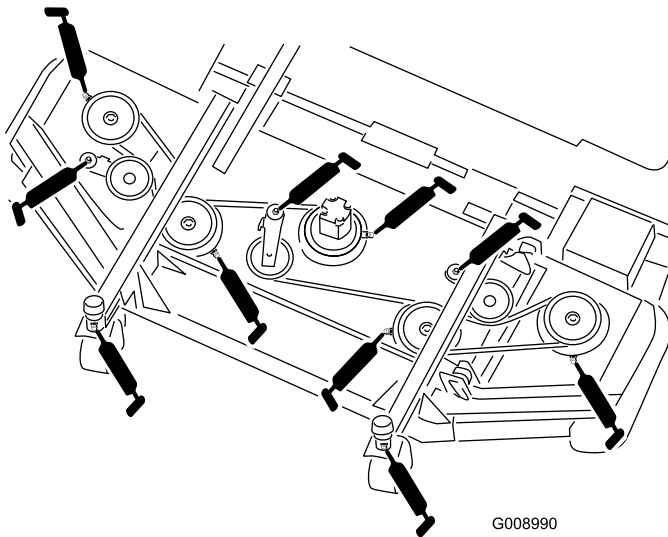

Bild 53
- Laufradgabel-Büchsen (2) (Bild 53)
- Spindelwellenlager (5) (am Spindelgehäuse) (Bild 53)
- Spannarm-Drehbüchsen (3) (an Spannarm-Drehwelle) (Bild 53)